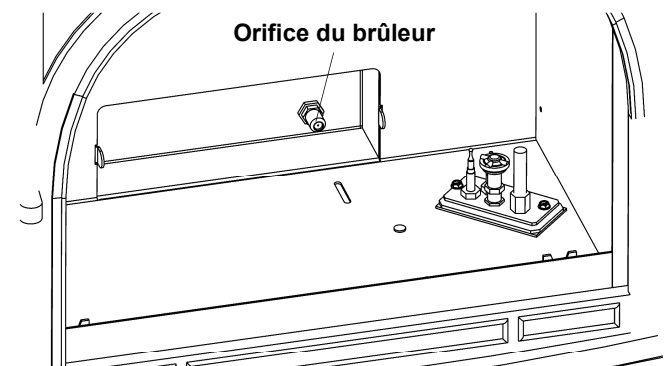

Figure 14. Remplacement de l'orifice du brûleur.
8. **Remplacement de l'orifice du brûleur**. Voir fig. 14. Avec une clé plate (ou à douille profonde) de 1/2 po, retirez l'orifice du brûleur de son boîtier coudé en laiton, et remplacez-le par l'orifice approprié, fourni dans le kit.